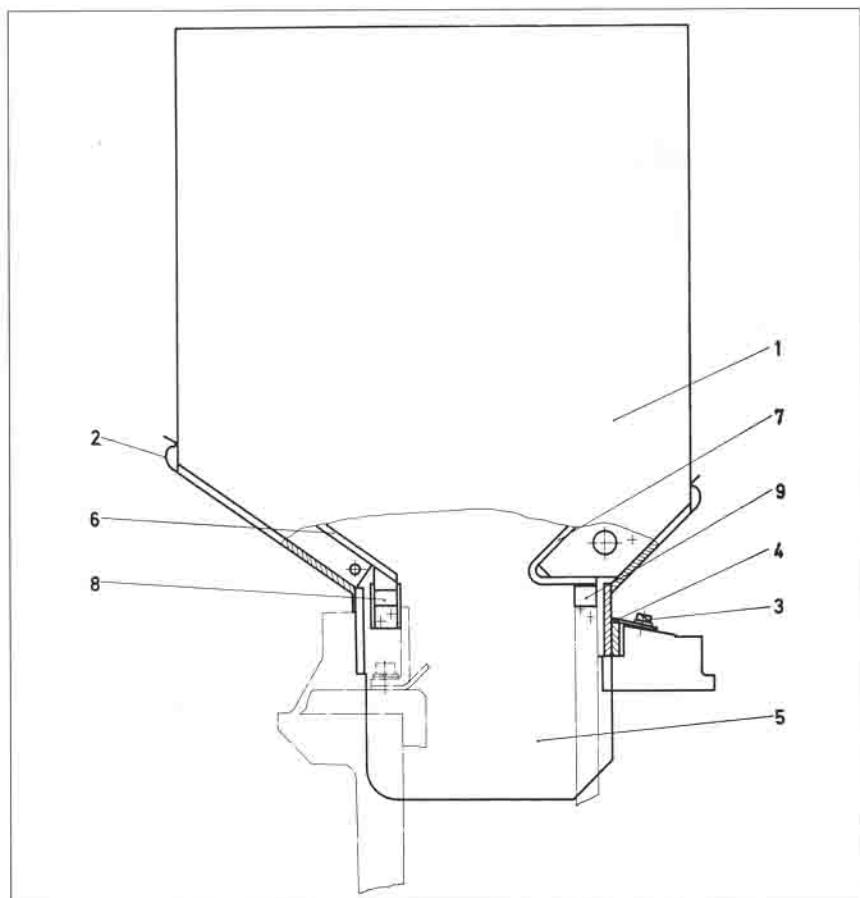

Fig. 3
Zweiteilige Lichtbogenkammern aufsetzen wie unter «Auswechseln der erhöhten LBK» beschrieben. (Fig. 3)
Two-part arcing chutes need fitting as described under „Exchange of higher arc chutes“ (see Fig 3).
3.1 Auswechseln der erhöhten LBK (Fig. 3)
3.1 Exchange of higher arc chute (Fig. 3)
3.1 Recambio de las cámaras apagachispas de mayor altura (Fig. 3)